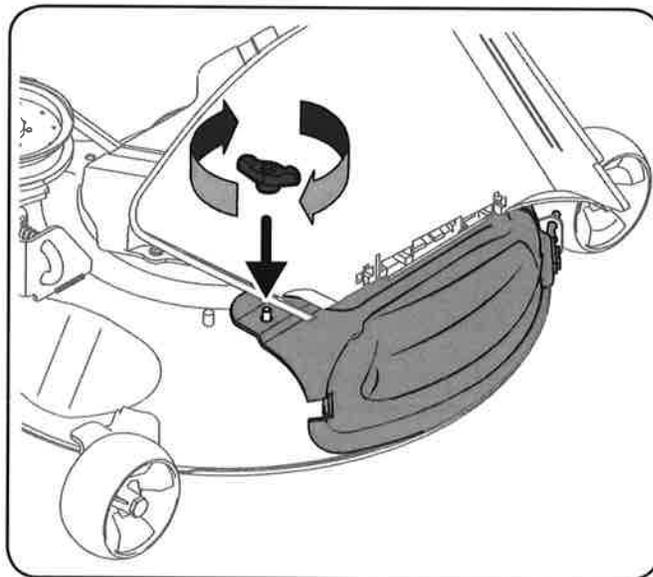

Figura 6
3. Asegure la clavija de abono en su lugar con la perilla de mariposa. Ver Figura 6.